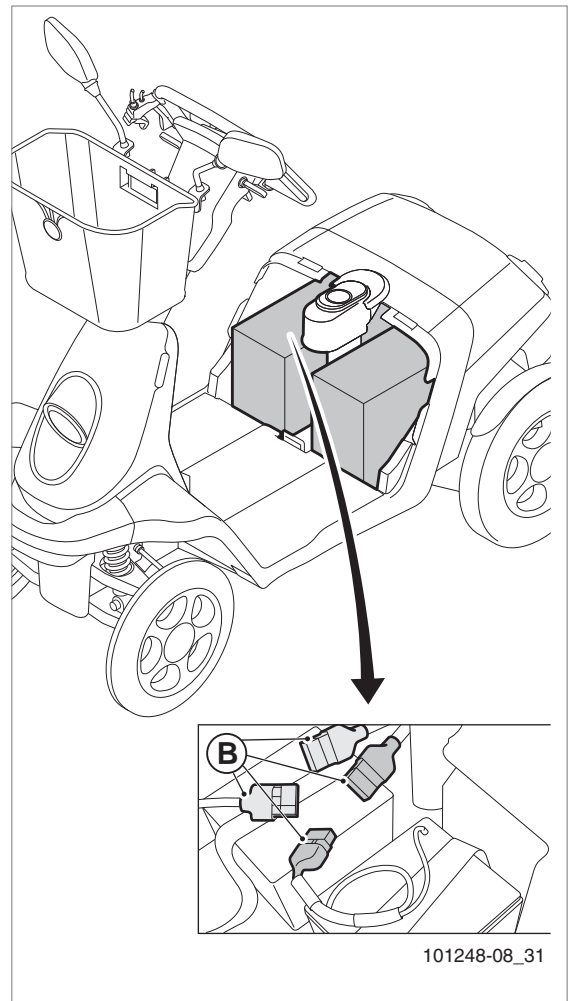

Figure 25
- Détachez les câbles de batterie (figure 25) ou chargez régulièrement les batteries.